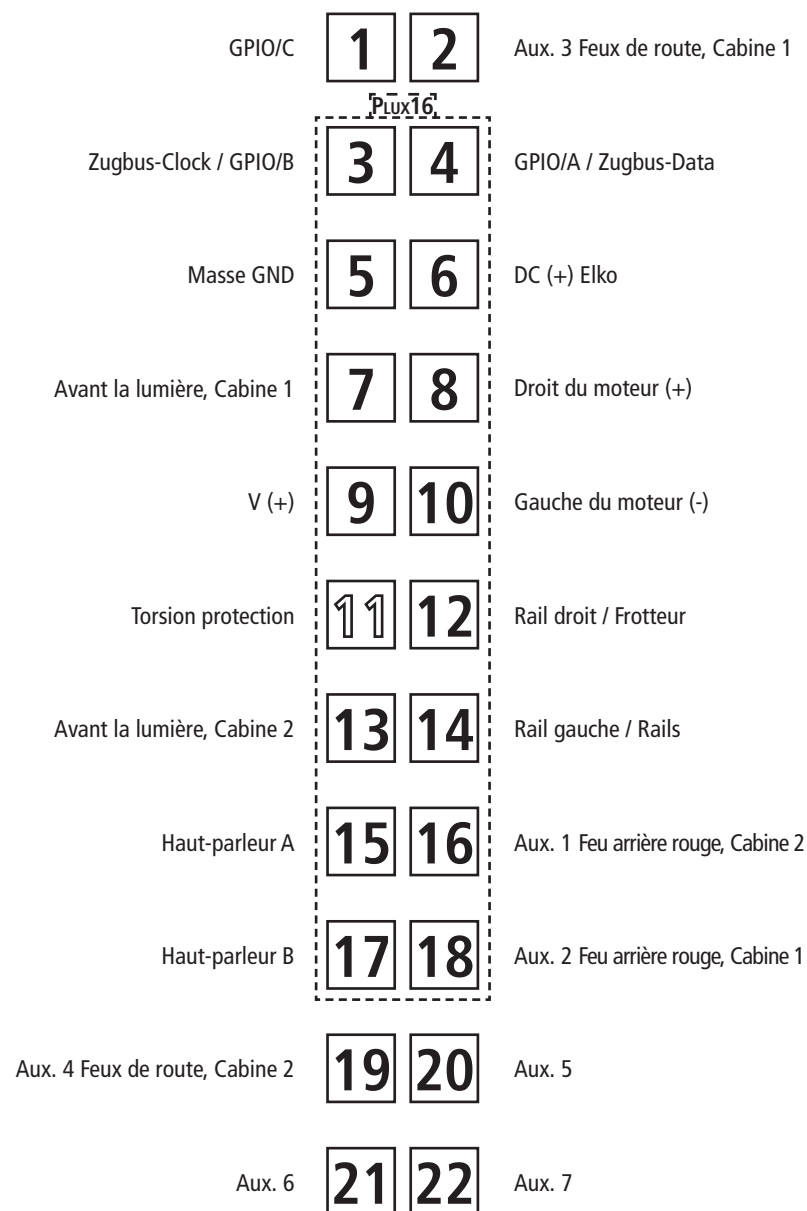

Fig. 6
| Fig. 6 – 10 | 5 + 8 |
1. Reinigung der Radstromkontakte: Radstromkontakte können auf unsauberen Schienen leicht verschmutzen. Entfernen Sie **vorsichtig** mit einem kleinen Pinsel **den Schmutz** an den in Fig. 6 gekennzeichneten Stellen.
1. Cleaning of wheel contacts: Wheel contacts easily get dirty on tracks which are not entirely clean. Use a small brush to **remove dirt** from spots marked in fig. 6.
1. Nettoyage des lames de courant aux roues: Les lames de contacts risquent de s'encrasser rapidement sur des voies poussiéreuses. Veuillez **enlever la poussière** aux endroits marqués à la fig. 6 à l'aide d'un petit pinceau souple.